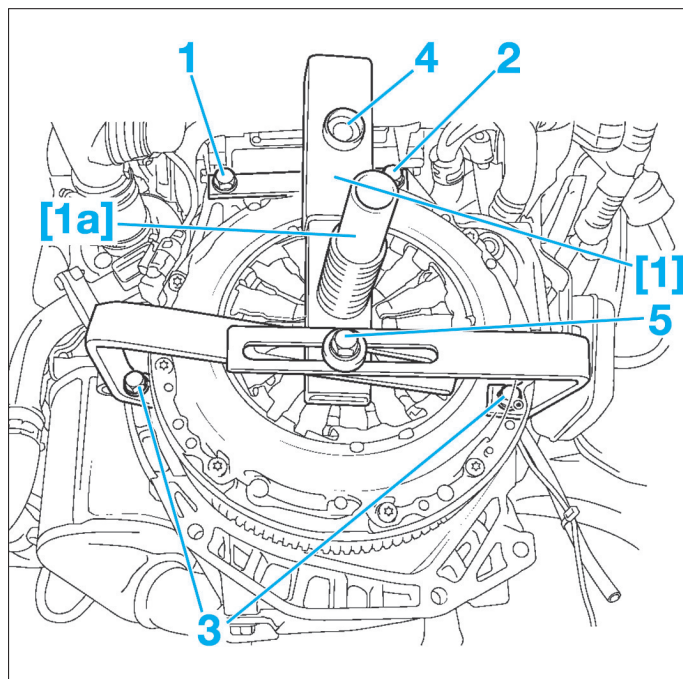
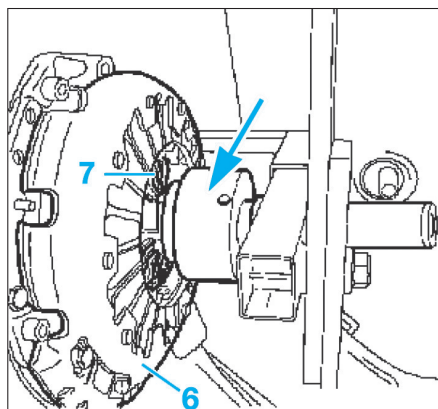

Fig. 1
Fig. 2
[1]. Outil de pression sur le mécanisme d'embrayage (ref. KM-6263) (Fig.1)
[1a]. Mandrin de centrage pour boîte de vitesses F13/F17 (ref. KM-6263-21) ou M20 (ref. KM-6263-26) (Fig.1)
- Mettre en place l'outil [1] avec les vis de fixation (1), (2) et (3) sur le bloc moteur en les serrant correctement à la main (Fig.1).
- Placer le mandrin de centrage et serrer fermement à la main les vis (4) et (5).
- Tourner le poussoir (flèche) dans le sens horaire sur les lames (6) du mécanisme (7) jusqu'à ce que le disque d'embrayage soit libre (Fig.2).